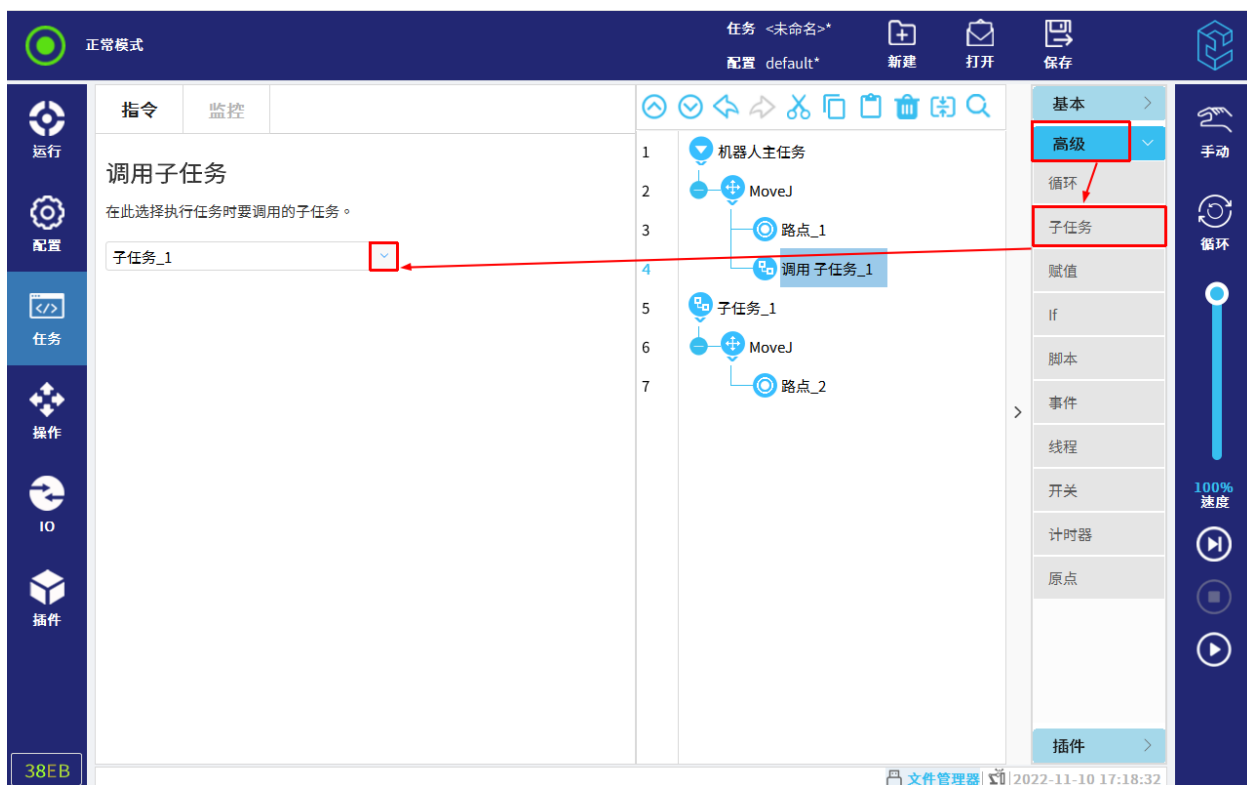

图 12-20 调用子任务
2. 点击任务树中的“调用”，点击“新建”或选择已存在的子任务文件，如图 12-20 所示。